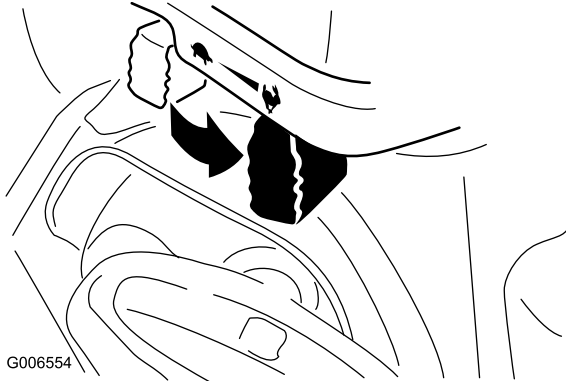

Figure 24
- Placez la commande d'accélérateur en position HAUT RÉGIME (Figure 24).